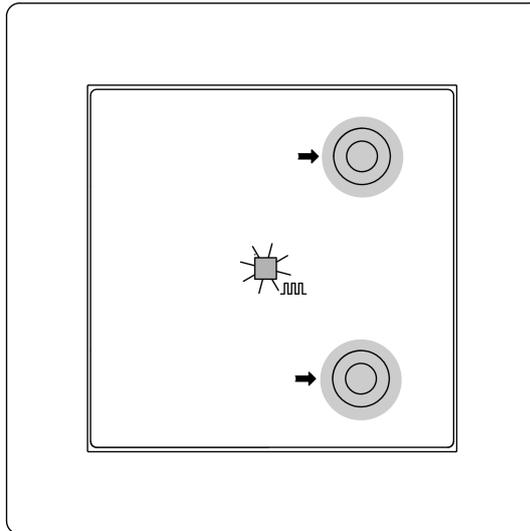
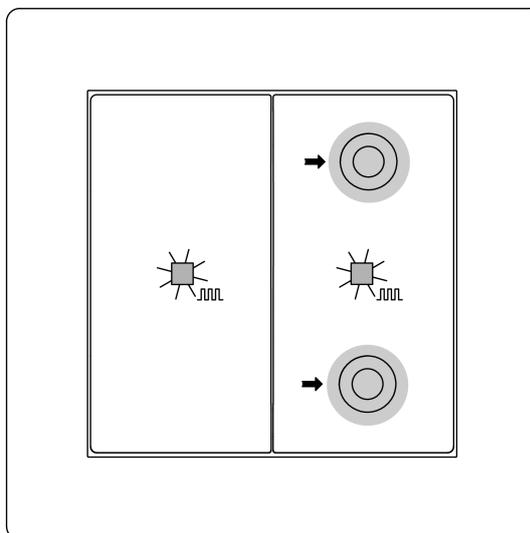

Bild 3: Programmiermodus aktivieren (1fach)
Bild 4: Programmiermodus aktivieren (2fach)
### Physikalische Adresse und Applikationsprogramm programmieren 1fach (siehe Bild 3) und 2fach (siehe Bild 4)
- Programmiermodus aktivieren: Taste oben rechts und Taste unten rechts gleichzeitig drücken und für > 4 Sekunden halten bei 1fach (siehe Bild 3) und 2fach (siehe Bild 4).